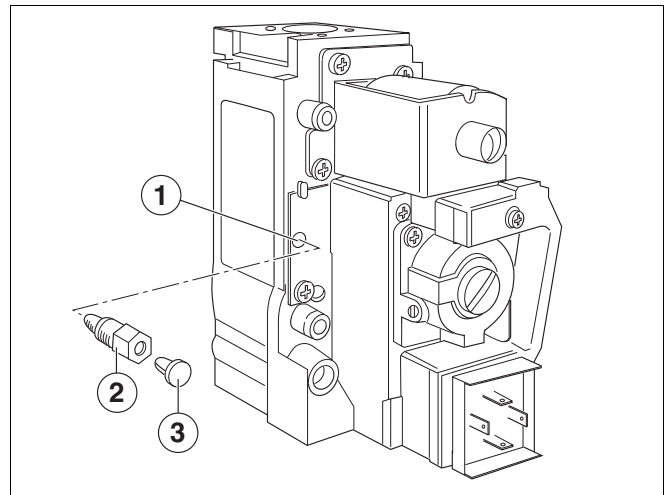

图 1 Honeywell VR 4601 C/CB 气体燃烧器组件
- 取下新组件启动负载开口上的保护盖并旋入两个附带的启动负载适配器中的一个（图 1）：
- 出于安全原因，请务必给启动负载适配器装上保护盖。也可以将启动负载开口的保护盖安装在启动负载适配器上（图 1）。